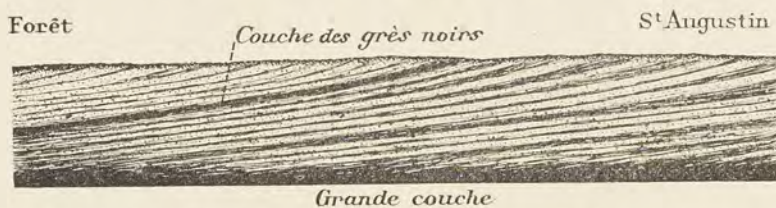

Fig. 123. — Coupe verticale montrant la disposition des bancs au toit de la *Grande Couche* de Commentry (d'après M. Fayol).
(1) HEER, *Die Urwelt der Schweiz*, 1865.
(2) HULL in WOODWARD, *Geology of England and Wales*, 1876.
leuse et pénétrante de cet ingénieur pour débrouiller et expliquer ces faits devant lesquels il ne pouvait que douter de l'ancienne théorie dite des *tourbières*. C'est d'ailleurs une fort belle page de géologie que celle qui est inscrite dans ces tranchées de Commentry (fig. 123), mais la lecture n'en était pas facile. Cependant, grâce à l'avancement des carrières, M. Fayol parvint à déchiffrer l'histoire de ce bassin. Aussi bien nous pouvons aujourd'hui suivre et comprendre, dans ces tranchées parfois profondes de 50 mètres et longues de 500 mètres, toute la série des phénomènes géologiques : sédimentation convergente, dépôts remaniés, couches ramifiées, plissements, glissements, etc. ; tout y est exposé avec une merveilleuse netteté. « Vraie coupelle de laboratoire, offrant aux regards, dans ses conditions natives, la succession des dépôts qui s'y sont effectués ; vraie pièce anatomique, œuvre du scalpel patient et délié du temps et des agents extérieurs qui en ont comme disséqué et mis à jour les parties (1) », le bassin de Commentry est pour le géologue d'un attrait tout particulier.
lac les débris de roches érodées et vont combler petit à petit cette cuvette. En arrivant au lac, le torrent laissera d'abord déposer les gros éléments, puis il s'étalera dans le lac en perdant progressivement de sa vitesse. Il va donc déposer les sédiments suivant un certain ordre : d'abord les matériaux les plus lourds, tels que les galets et les graviers qui se disposent en couches très inclinées, près de l'embouchure ; puis la vase va plus loin, avec une pente plus adoucie ; enfin, les végétaux, plus légers, sont entraînés encore plus loin, se déposant dans une position presque horizontale. Ceci explique pourquoi les couches de grès et de houille ne sont pas parallèles, et pourquoi toutes ces couches, ainsi qu'on l'observe dans les deltas, s'inclinent dans le même sens, mais sous un angle différent. Si l'on examine l'une des tranchées de l'exploitation de Commentry, on est frappé du défaut de parallélisme de la couche de houille avec les couches de schistes et de grès (fig. 123 et 124). Chacune de ces dernières vient toucher la surface de la houille sous un certain angle et il se produit en ce point une pénétration mutuelle des sédiments et de la couche de houille. Ajoutons enfin que la *Grande Couche* se divise en six veines distinctes, dont l'écartement va sans cesse en croissant (fig. 125). Tous ces faits inexplicables avec l'ancienne théorie se comprennent clairement avec la théorie des deltas. L'alternance des lits de houille avec les schistes s'explique avec la plus grande facilité par l'intermittence des crues qui transportent les débris de végétaux arrachés au sol ; entre ces crues, des sédiments, seuls, se déposent.